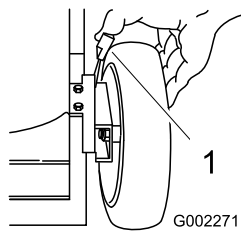

Figura 23
1. Tire de la palanca de ajuste de la altura de la rueda hacia la rueda (Figura 23) y muévela a la posición deseada.